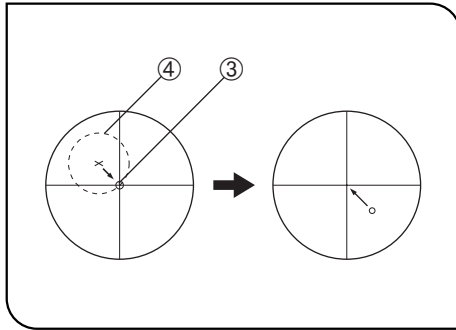

Fig. 28
10. Centrado de la platina giratoria (Figs. 28 y 29)